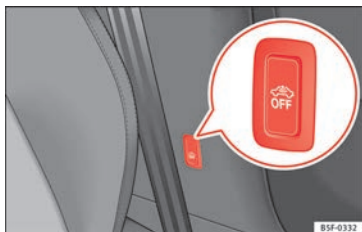

Fig. 128 Botão de controlo do habitáculo/da proteção contra reboque.
- Para desligar o controlo do habitáculo e a proteção contra reboque, desligue a ignição e pressione o botão » **Fig. 128**. A luz de controlo do botão acende-se.